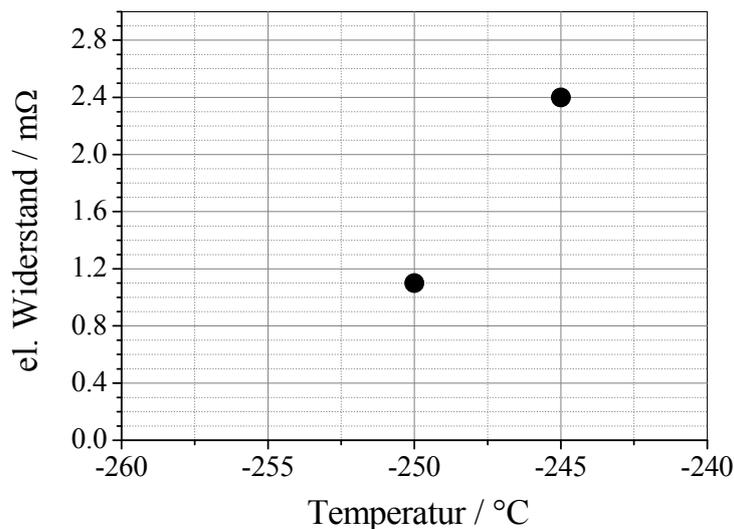

Bild 2: Widerstand des Pt-Drahts bei sehr tiefen Temperaturen
c) Bei zwei sehr tiefen Temperaturen wurde der Widerstand der Pt-Probe gemessen (Bild 2). Berechnen Sie hieraus den Widerstand R für die Temperatur $\theta = -240 \text{ }^\circ\text{C}$. (2 Punkte)